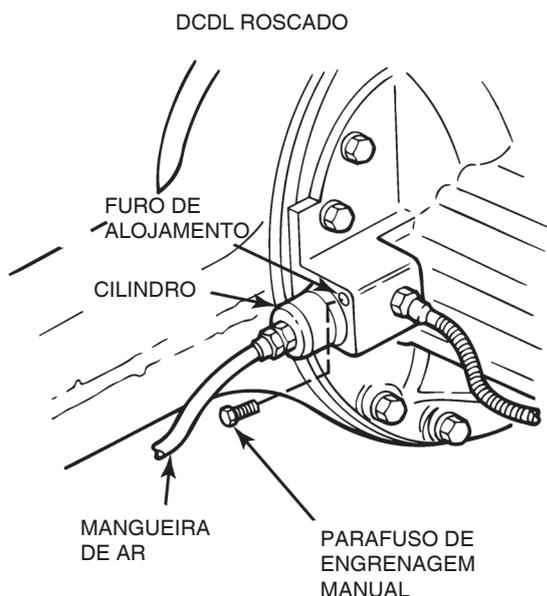
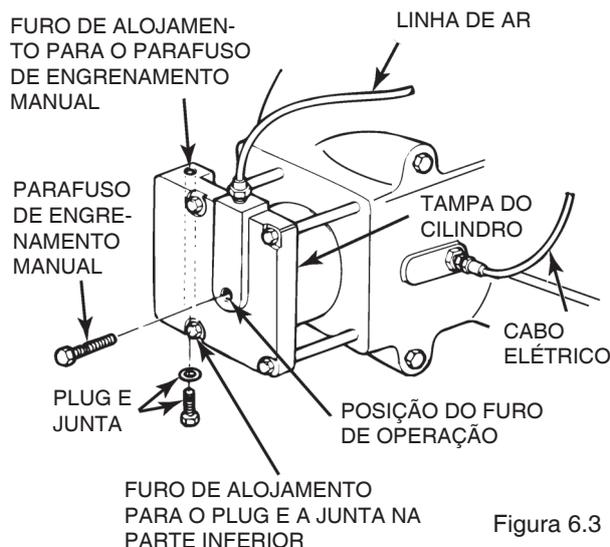

Figura 6.2
Figura 6.3
Se uma linha de ar não estiver disponível ou o conjunto do diferencial estiver estocado para uso posterior, use este método de engrenamento manual para o DCDL. Figura 6.2 e Figura 6.3.
8. Remova o parafuso de engrenamento manual do seu furo de alojamento na tampa do cilindro fixado por parafusos ou na caixa do mecanismo com cilindro fixado por rosca. Figura 6.2 e Figura 6.3.
- Para o conjunto do mecanismo de acionamento do DCDL fixado por parafusos, o furo de alojamento do bujão e a junta está no lado oposto do furo de alojamento do parafuso de engrenamento manual. Figura 6.3.**